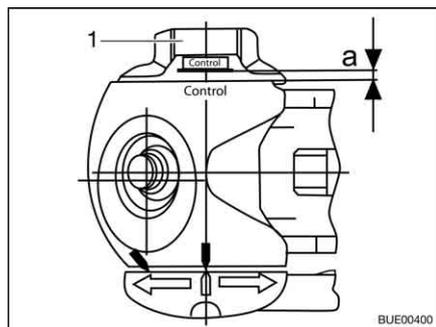

Fig. 207 Control de desgaste
- Girar la ruedecilla (Fig. 207, 1) hasta comprobar que la limitación de par emita un sonido audible. Dirección de giro: En sentido de las agujas del reloj.
- Distancia $a > 0$ (Fig. 207): Desgaste dentro del margen permitido.